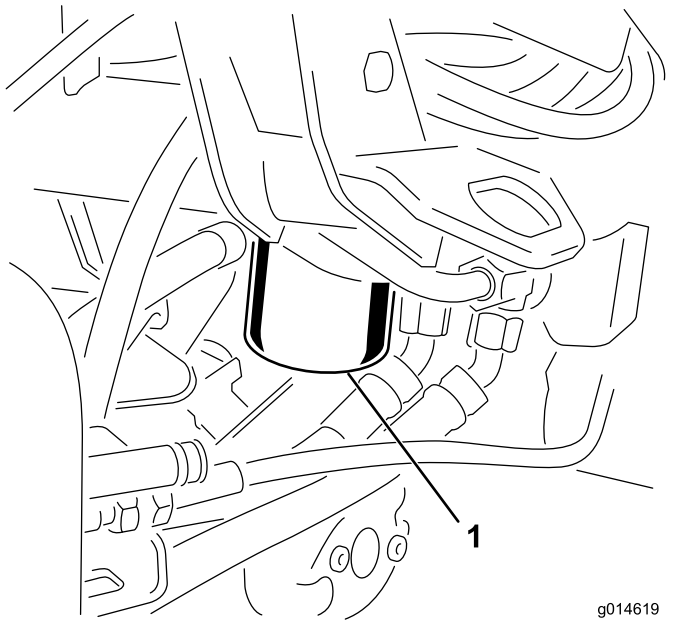

Bild 43
1. Reinigen Sie den Anbaubereich des Filters (Bild 43). Stellen Sie eine Auffangwanne unter den Filter und entfernen den Filter.